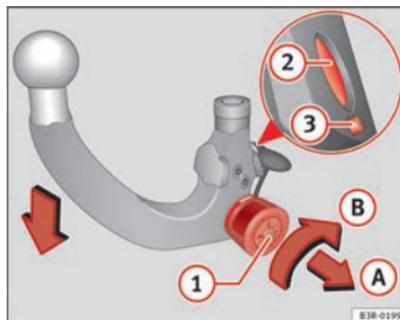

Fig. 155 Dispositivo de reboque desmontável: Submeter a rótula a pré-tensão
- Insira a chave **(1)** ⇒ Fig. 155 na fechadura da roda recartilhada e rode-a no sentido da marca vermelha. ▶